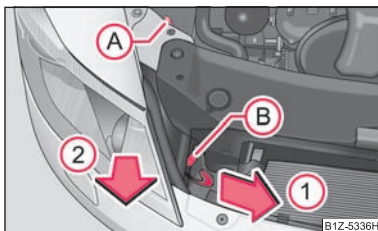

Fig. 193 Farurile din față: Poziția becurilor
- Deșurubai piulă din plastic Ⓐ ⇒ fig. 193.
- Tragei maneta de siguranță a farului până la limită în sensul săgeții ①.
- Întrerupeți alimentarea cu curent și scoateți farul cu atenție în sensul săgeții ②.